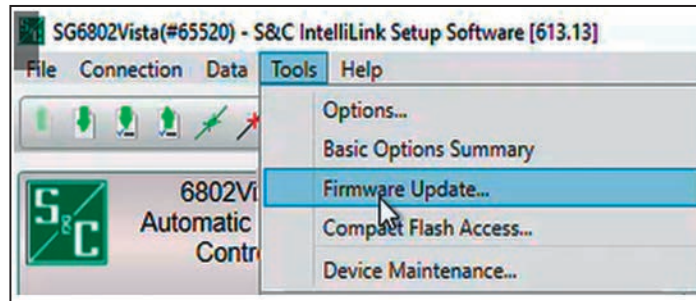

Figura 26. La opción de menú Tools/Firmware (Herramientas>Actualización) del firmware.
**PASO 6.** En el menú **Tools (Herramientas)** de la barra de menús, haga clic en la opción de menú **Firmware Update (Actualización del Firmware)**. Ver Figura 26.